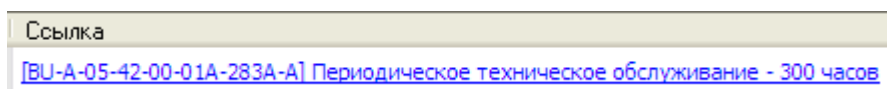

Рис. 4.14
5. В ячейке нажмите на кнопку **Применить** . Созданная ссылка отобразится в ячейке (Рис. 4.14).